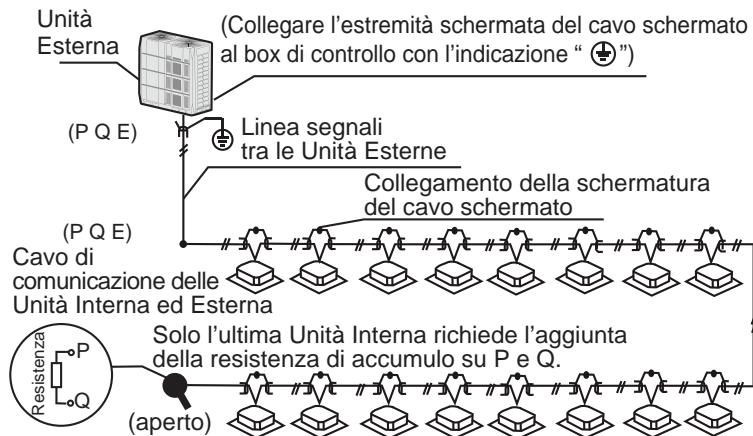

Fig. 6.6
- ◆ Il cablaggio di comunicazione tra le Unità Interna ed Esterna deve essere effettuato un'Unità dopo l'altra, in una catena che parte dall'Unità Esterna fino all'Unità Interna finale. La schermatura deve essere collegata alla Terra in modo corretto; una resistenza di accumulo deve essere aggiunta all'Unità Interna, per migliorare la stabilità del sistema di comunicazione (vedi Fig. 6.6).